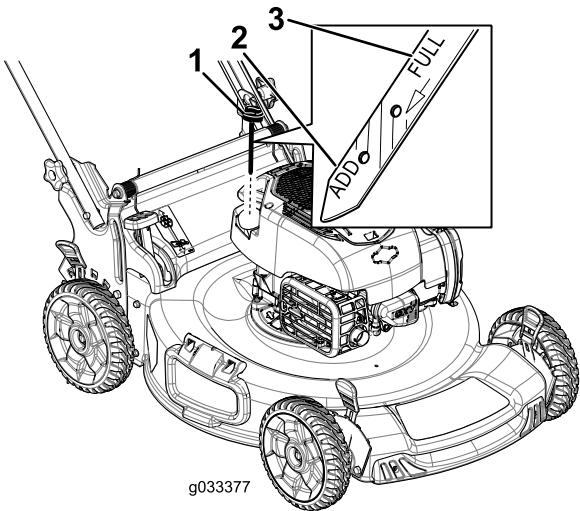

Figura 20
- 3. Retire la varilla girando el tapón en el sentido contrario a las agujas del reloj y tirando del mismo (Figura 20).
10. Observe en la varilla el nivel de aceite (Figura 20).